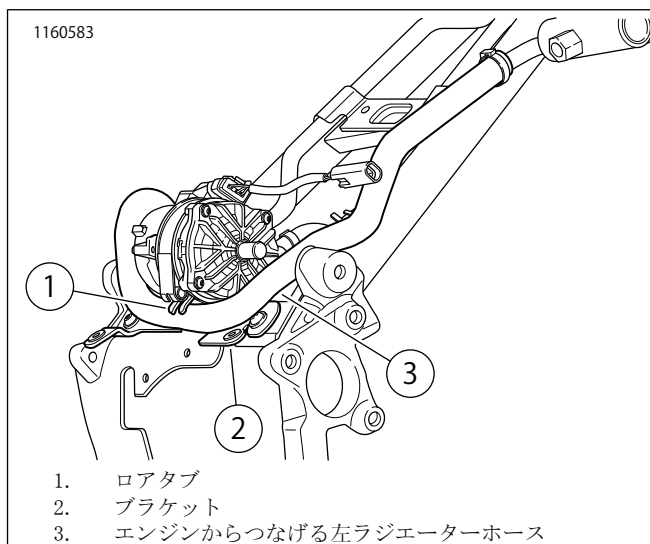

図12。エンジンからつなげる左ラジエーターホースの配置
- f. 図12を参照してください。エンジンからつなげる左ラジエーターホース(3)を、ロアタブ(1)とブラケット(2)の間に配置します。